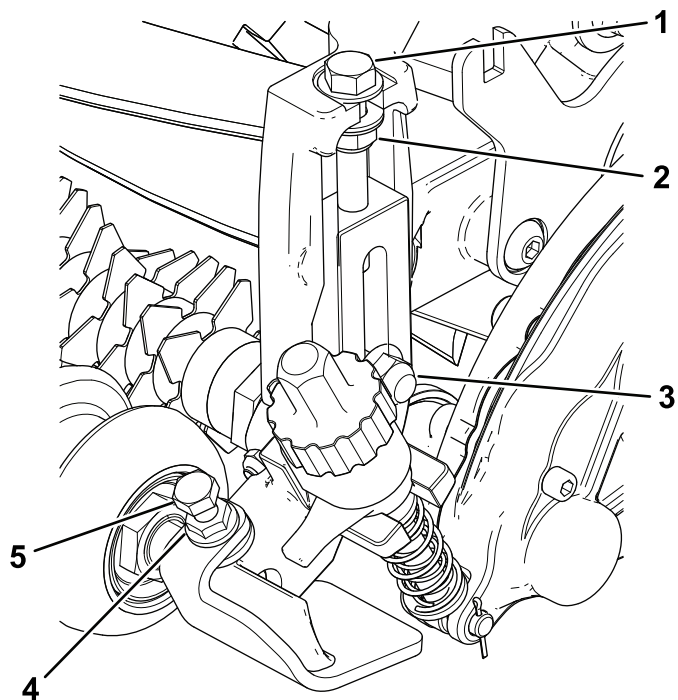

图13
4. 拧紧将剪草高度支架组件固定到侧板上的托架螺栓和锁紧螺母（图13）。
5. 拧紧剪草高度调节螺栓上的锁紧螺母，然后将锁紧螺母往回松开 $\frac{1}{2}$ 圈（图13）。
6. 将前滚筒放在剪草高度支架组件的中心，用平头螺丝和凸缘螺母将其固定到位（图13）。